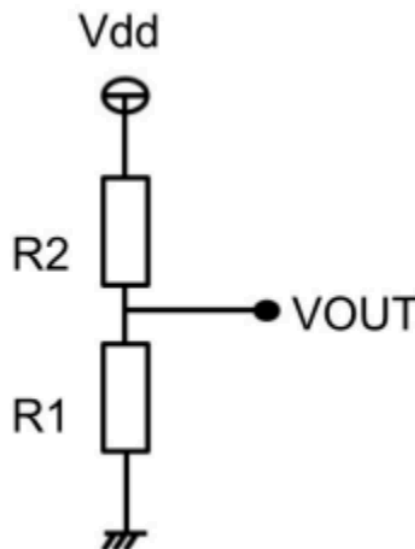

図 7: 抵抗分圧
2.2 センサ類を扱う上で「抵抗分圧」という用語が重要である。この用語について調べ、図と数式を使用しプレ・レポートにまとめなさい。また、図 7 の R2 を変化させた場合、どのような動作をするかまとめなさい。